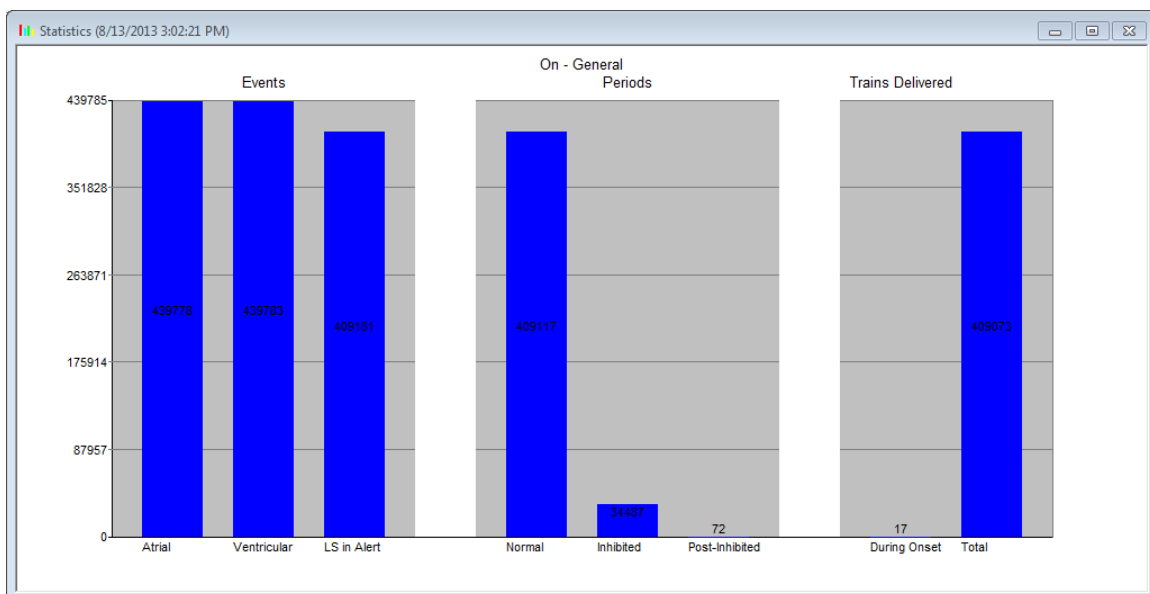

Figura 26: Histograma de Estatísticas
- **Graphic (Gráfico):** Apresenta um histograma das estatísticas do separador ativo – consulte a Figura 26.